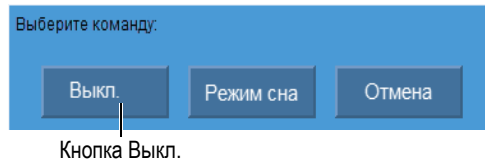

Рис. 3-1 Кнопка Выключить
1. Нажмите клавишу питания. Появится сообщение «Выберите команду» (см. Рис. 3-1 на стр. 38).